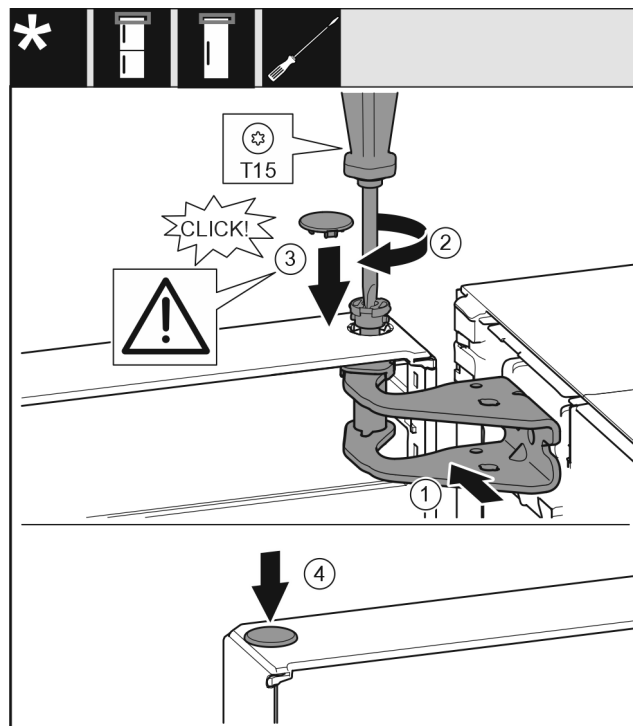

Fig. 19
- ▶ Aliniați ușa sus spre deschizătură în suportul de lagăr. Fig. 19 (1)
- ▶ Introduceți bolțul și înșurubați-l ferm cu șurubelnița T15. Fig. 19 (2)
- ▶ Montarea capacului de siguranță pentru siguranța ușii: Introduceți capacul de siguranță și controlați dacă este așezat pe ușă. În caz contrar, introduceți complet bolțul. *Fig. 19 (3)*
- ▶ Introduceți dopul. *Fig. 19 (4)*